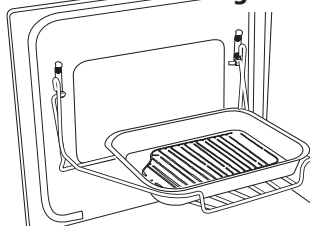
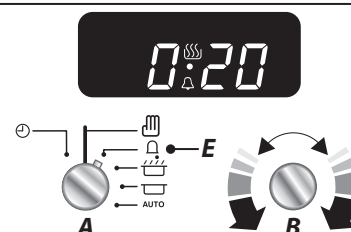

Fig.2.27
Fig.3.4
Pour monter le Handyrack, placez un côté sur le support de la porte (Fig.2.27).
2. Tournez le bouton de Réglage (B) pour définir la durée souhaitée. La durée minimum est d'une (1) minute (**Fig.3.4**).
3. Remplacez le bouton du Programmeur (A) en position Manuel (D) pour afficher l'heure actuelle et le symbole de la « Cloche » sur l'écran.
3. Tournez le bouton de la minuterie (A) sur le réglage Auto (H) (Fig. 2.27). L'affichage indique alors l'heure actuelle, le symbole Cuisson et le mot « AUTO » (**Fig.3.4**).